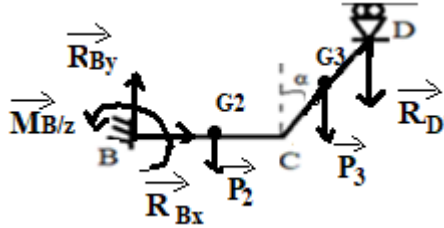

Figure II.7.b
-Deuxième système les barres BC et CD (Figure II.7.b) :